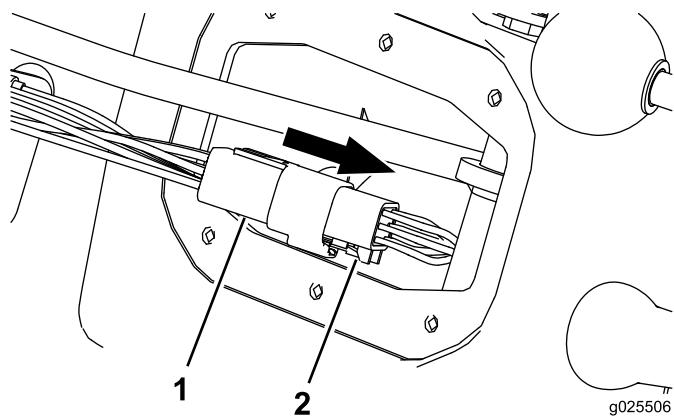

Figura 12
1. Desenchufe el conector del indicador de cambios del arnés del vehículo (Figura 12).